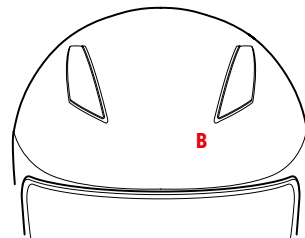

FIGURA 5
TOMA DE AIRE FRONTAL SUPERIOR – B – Figura 5/6
- Figura 5: toma de aire completamente cerrada.